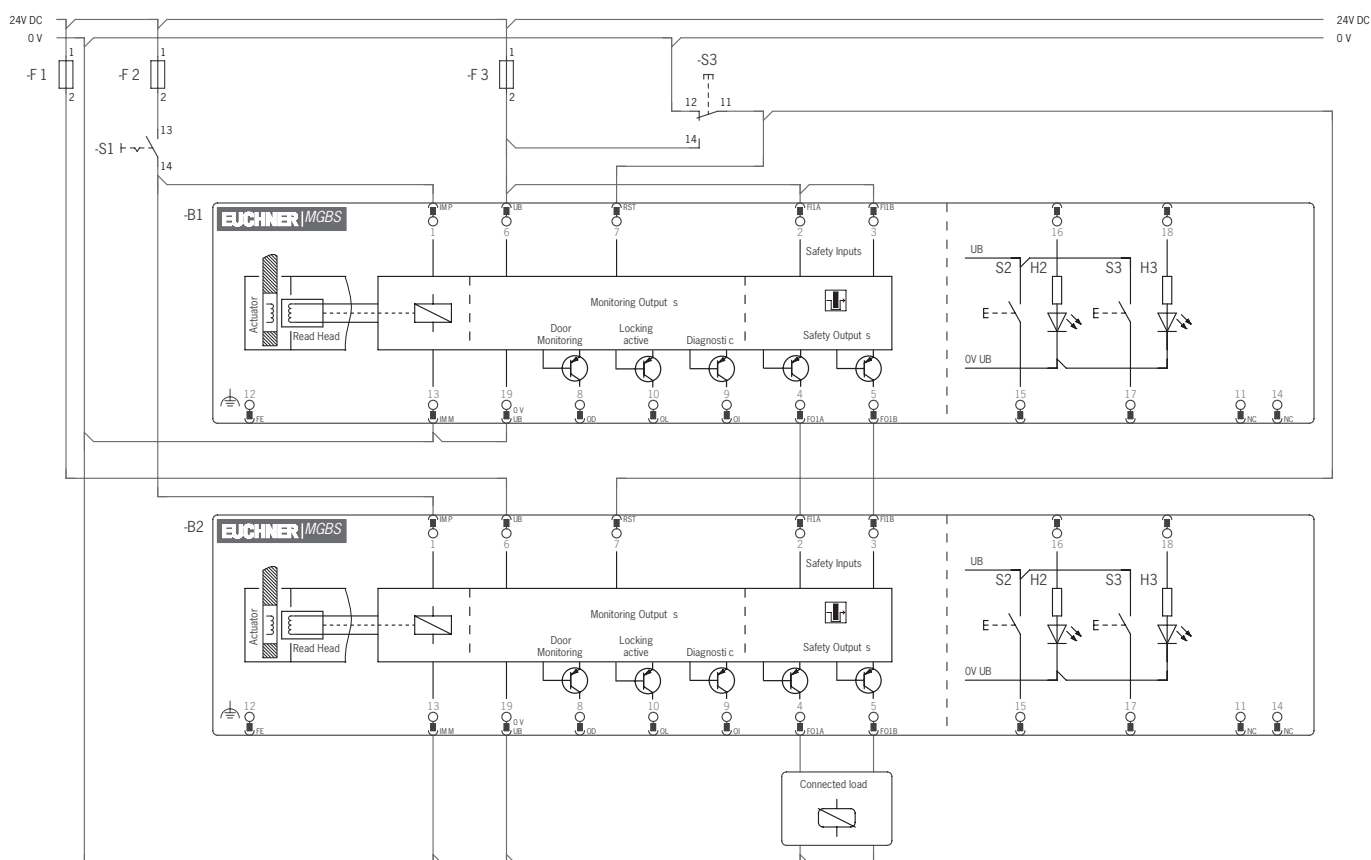

Fig. 6: Esempio di collegamento per una catena di fincorsa, esecuzione con connettore M23
- Si dovrà utilizzare un segnale comune per tutti i moduli di ritenuta di una catena. Questo potrebbe provenire da un deviatore oppure dall'uscita di un sistema di controllo. Un pulsante, in questo caso, non è idoneo poiché durante l'esercizio il reset deve sempre essere applicato a GND (vedere fincorsa S3 alla Fig. 6 a pagina 30).
Perché questo sia possibile, l'ingresso RST deve essere collegato come illustrato alla *Fig. 6 a pagina 30*.